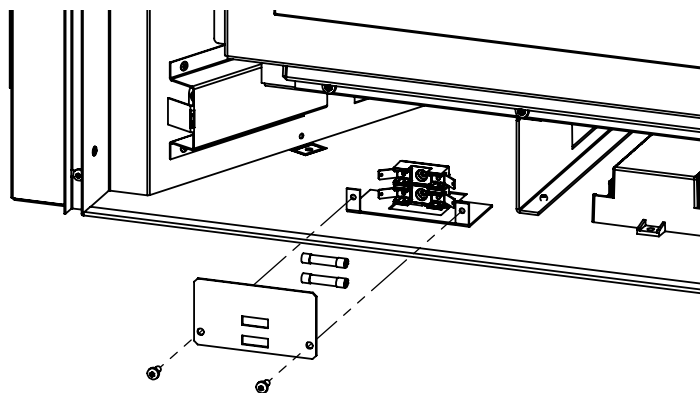

Figure 23. Retrait de la fuse
3. Retirez le couvercle de la fuse en retirant les deux vis T-20 (voir Figure 23).
4. Retirer la fuse en retirant les deux vis T-20 (voir la figure 23) si elles semblent endommagées.